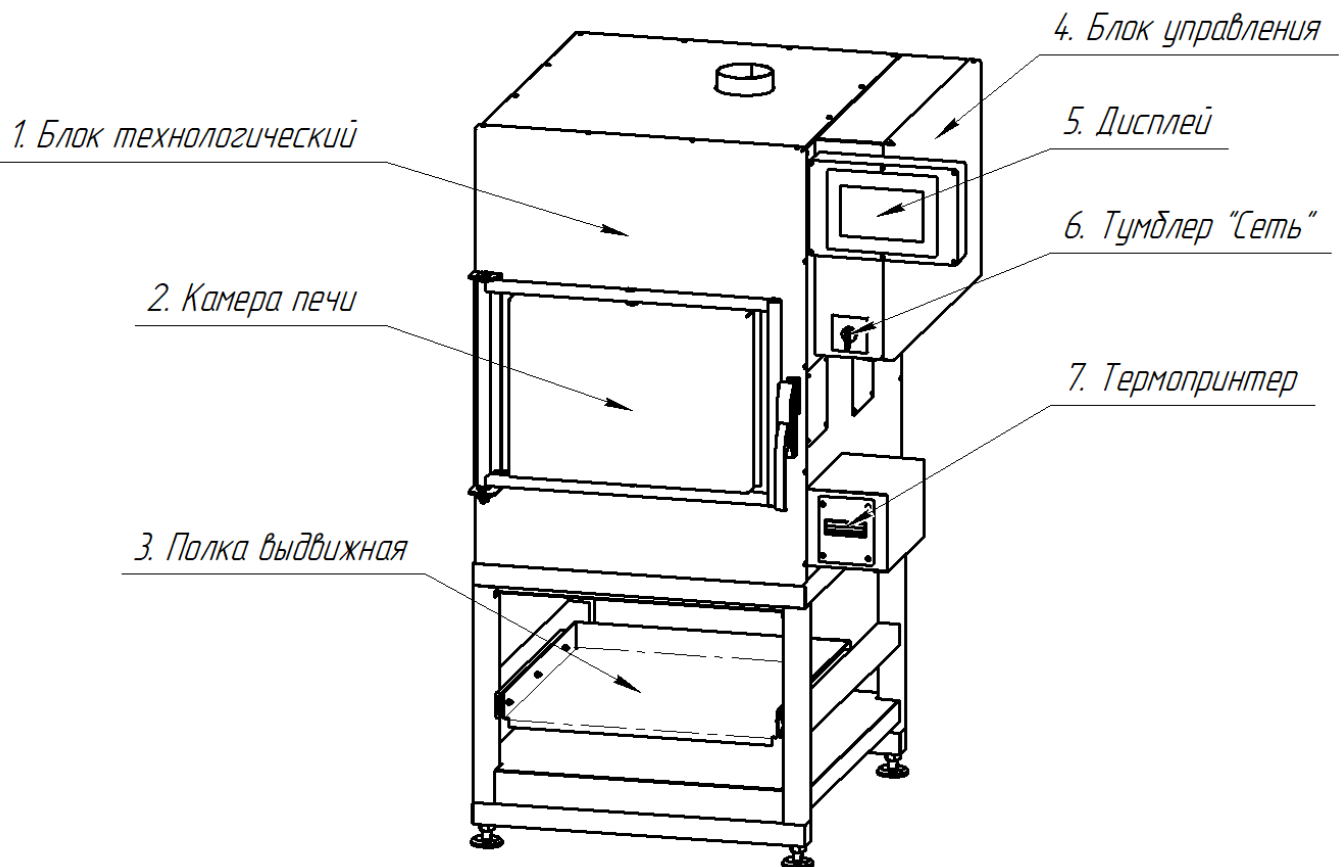

Рисунок 1 – Общий вид аппарата с передней стороны
2.3.3.1 В **Камере печи 2** (см. рисунок 1) выжигается и контролируется изменение массы асфальтобетонной смеси.
3.3.4 Включить тумблер **«Сеть»** (см. рисунок 1). Произойдет загрузка управляющей программы, аппарат перейдет в режим **«Ожидание»** (см. рисунок 4). При включении аппарата в **Камере печи 2** (см. рисунок 1) не должно быть формы.
3.3.5 Перед каждым открытием двери **Камеры печи 2** (см. рисунок 1) необходимо нажать на кнопку **«Открыть дверь»** (см. рисунок 4).